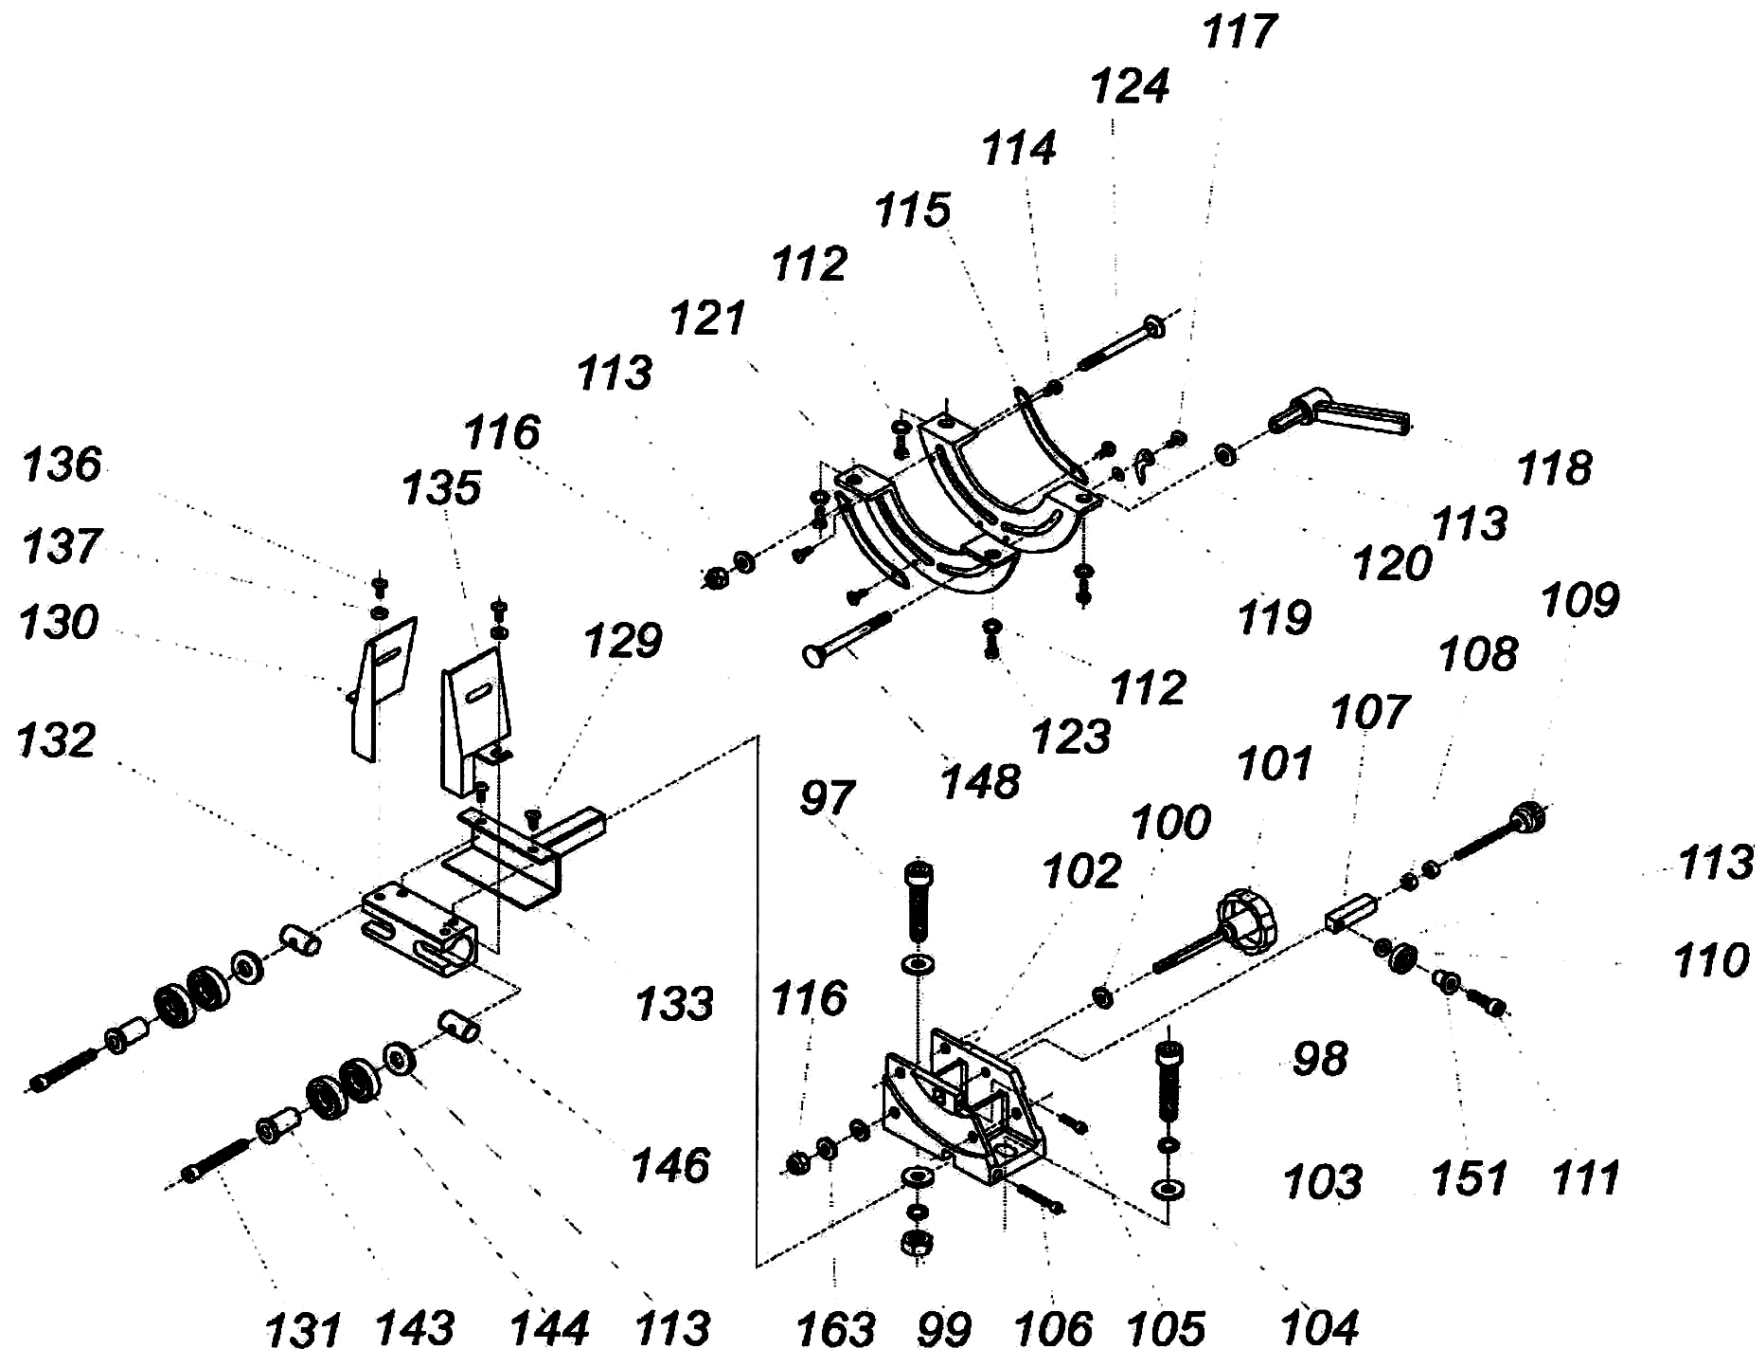

Рис. 2
11.8.3. Поворотом рычага (25) в крайнее заднее положение ослабьте натяжение пильной ленты (10), Рис. 2, 3.
11.8.5. При установке новой пильной ленты (10) убедитесь, что зубья пильной ленты (10) направлены вниз на рабочий стол (12), Рис. 2, 3.